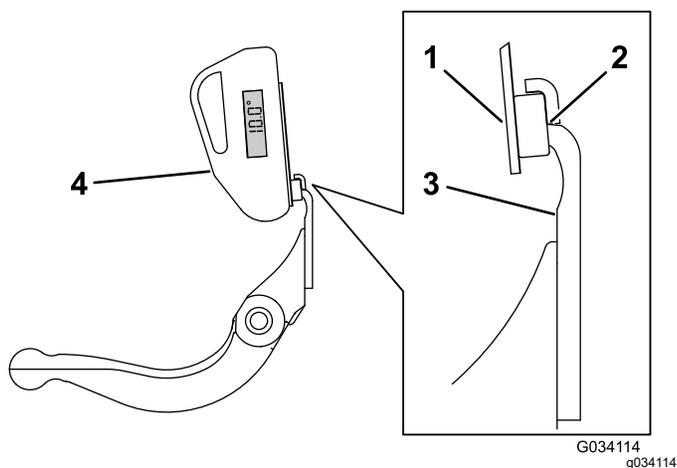

**Figura 28**
1. Coloque el indicador de ángulo en el lado inferior de la contracuchilla, según se muestra en Figura 28.